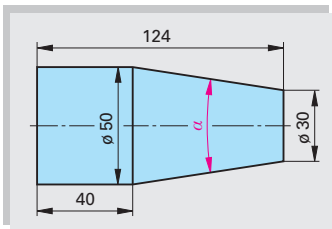

Bild 4: Drehteil
5. **Drehteil (Bild 4):** Wie groß ist der Kegelwinkel α am Drehteil?